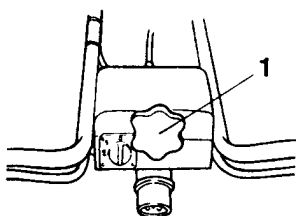
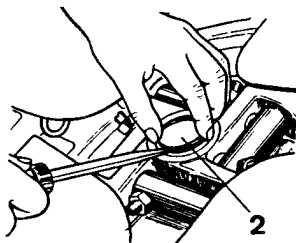
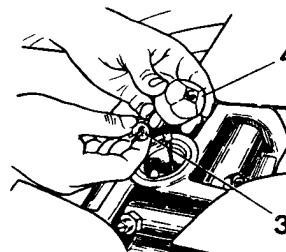

fig.1
fig.2
fig.3
Afbryd alle elektriske forbindelser, el-kablet, gaskablet og stop-forbindelsen. Drej kontrolknappen **1** (fig 1) mod uret, så den løsnes fra mellemstykket. Fjern fjederspændeskiven **2** (fig 2) fra centrum for bladsamlingen. Tag manchetten **3** (fig 3) af kablet og fjern keglen (4) fra bladsamlingen. Skru styrhåndtaget løs fra gearkassen.